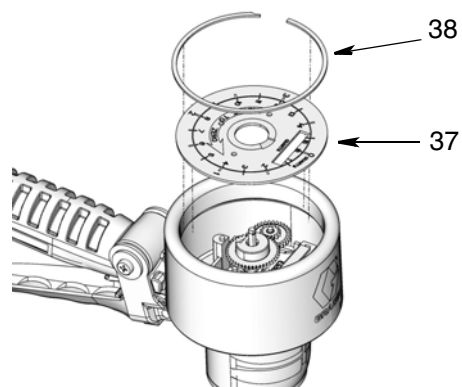

FIG. 17
5. Déposer la grande bague d'attache (38), puis le cadran (37) (FIG. 17).